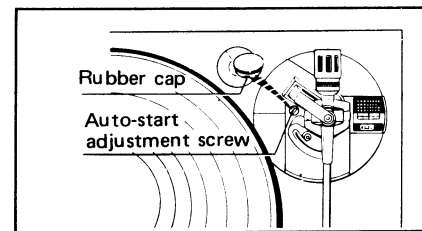
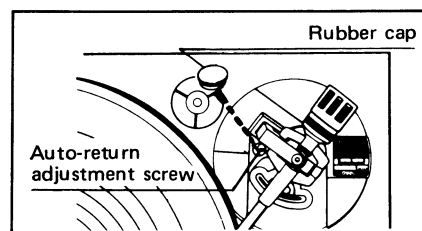

Fig. 15
Fig. 16
### ● Ajuste de la posición para el arranque automático (Fig. 15)
Cuando el brazo sonoro está puesto sobre el apoyo o cerca de éste, se dejará ver el tornillo de ajuste del arranque automático (Fig. 15); estando cerca del centro del disco, se dejará ver el de ajuste del retorno automático. (Fig. 16)
2. Quitar la tapita de goma. (Fig. 16)
### ● Ajuste de la posición para retorno automático (Fig. 15)
● Adjustment of automatic start position (Fig. 15)
When the tonearm is in or near the arm rest, the auto-start adjustment screw is visible (Fig. 15); when the tonearm is near the center of a record, the auto-return adjustment screw is visible. (Fig. 16)
2. Remove the rubber cap. (Fig. 15)
● Adjustment of automatic return position (Fig. 16)